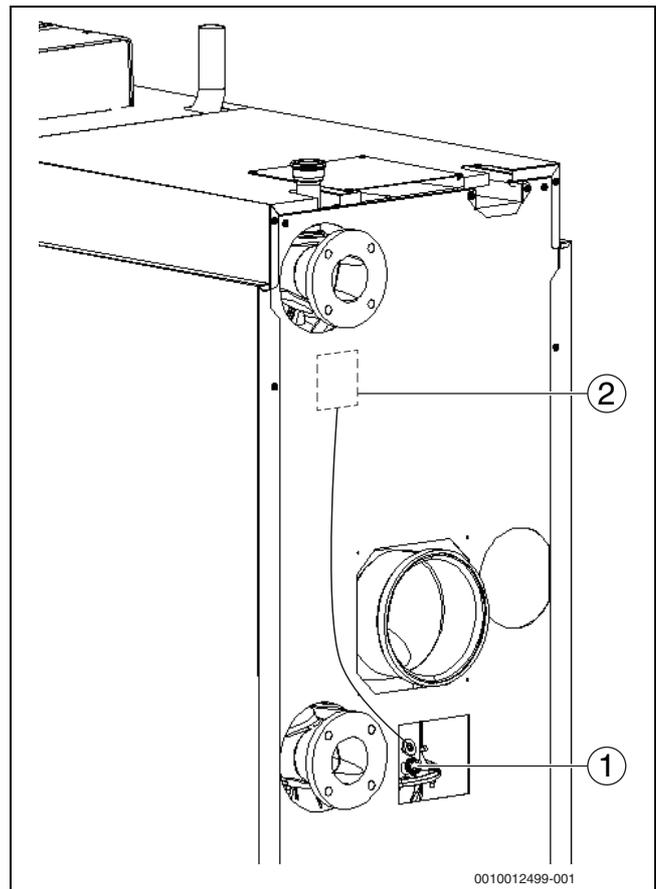

Fig. 33 Rilevamento dei valori di misurazione (grandezza caldaia 150-300 kW)
- ▶ Eseguire le seguenti misurazioni nei punti di rilevamento nel raccordo caldaia (→ fig. 33 e 34) e inserire i loro valori nel protocollo della messa in funzione (→ cap. 17.6, pag. 69):